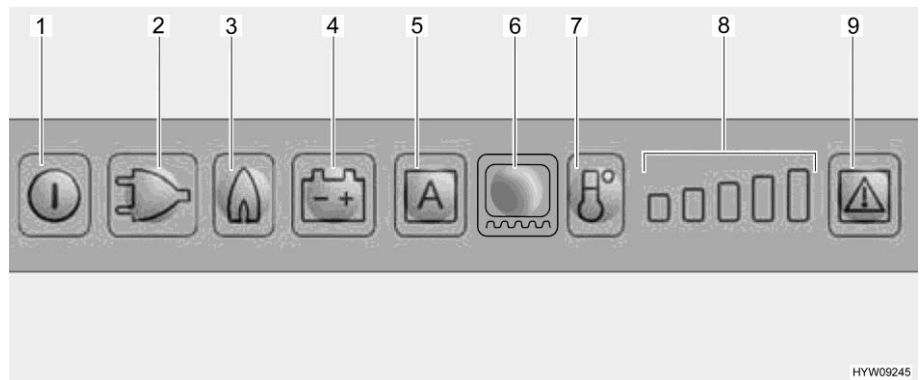

Fig. 243 Panneau de commande DEL (réfrigérateur Dometic)
Dès que le fonctionnement au gaz est activé, la veilleuse de sécurité s'ouvre automatiquement, de sorte que le gaz peut arriver au brûleur. En même temps, l'allumage électronique est connecté. Si la flamme s'éteint, p. ex. en raison d'un courant d'air, l'allumage est immédiatement activé et rallume le gaz. En cas de panne de gaz, les touches lumineuses Gaz (Fig. 243,3) et Dé-rangement (Fig. 243,9) clignotent et une alarme acoustique retentit pendant 20 secondes.
- Appuyer sur la touche Marche/Arrêt (Fig. 243,1) pendant env. 2 secondes. Le réfrigérateur s'enclenche, le dernier mode de fonctionnement choisi est indiqué.
- Appuyer sur la touche lumineuse pour le mode de fonctionnement désiré (Fig. 243,2 - 4) ou le mode automatique "AES" (Fig. 243,5) (uniquement sur le modèle AES).
- Régler la température de réfrigération avec la touche de puissance de réfrigération (Fig. 243,7). L'indicateur de puissance de réfrigération (Fig. 243,8) indique le réglage choisi du thermostat.
- Appuyer sur la touche Marche/Arrêt (Fig. 243,1) pendant env. 2 secondes.
Lorsque le réfrigérateur est mis en marche, il choisit automatiquement la température moyenne du thermostat. Ce réglage peut cependant être corrigé manuellement à l'aide de la touche de puissance de réfrigération (Fig. 243,7). Il faudra attendre quelques heures jusqu'à ce que le réfrigérateur ait atteint sa température normale de réfrigération. Le réglage du thermostat est conservé en cas de commutation sur un autre mode de fonctionnement.
- Régler le chauffage du cadre pour une durée de 2 heures : Appuyer une fois sur la touche lumineuse Chauffage du cadre (Fig. 243,6). Une barre indiquant la puissance de réfrigération (Fig. 243,8) s'allume.
- Régler le chauffage du cadre pour une durée de 5 heures : Appuyer deux fois sur la touche lumineuse Chauffage du cadre (Fig. 243,6). Deux barres indiquant la puissance de réfrigération (Fig. 243,8) s'allument.
- Régler le chauffage du cadre sur fonctionnement permanent : Appuyer trois fois sur la touche lumineuse Chauffage du cadre (Fig. 243,6). Trois barres indiquant la puissance de réfrigération (Fig. 243,8) s'allument.
L'indicateur de puissance de réfrigération (Fig. 243,8) indique pendant quelques secondes la durée de fonctionnement du chauffage du cadre.
En cas de dérangement, la touche lumineuse Dérangement (Fig. 243,9) clignote. Une des touches lumineuses Mode de fonctionnement ou l'indicateur de puissance de réfrigération clignote. De plus, un signal d'avertissement acoustique retentit. Les consignes relatives à l'affichage de défauts et à leur élimination sont données au chapitre 15.
- ▷ Quand un dérangement du régime au gaz a été éliminé, appuyer sur la touche lumineuse Reset (Fig. 243,9).